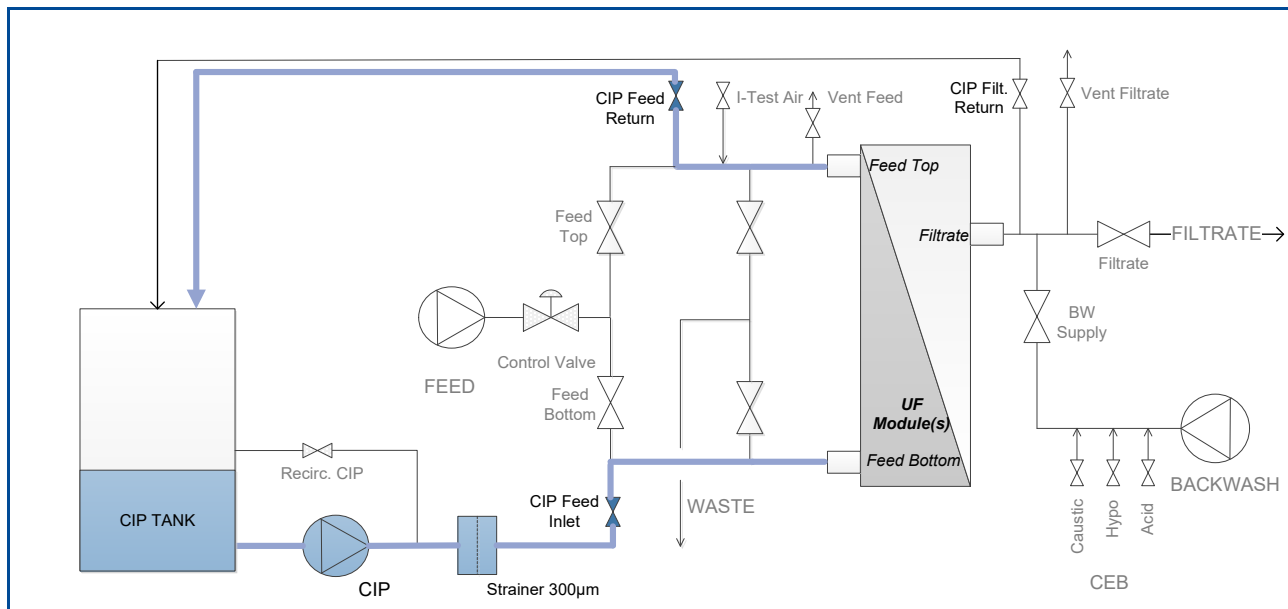

Figura 6.3-1 - Recirculación en el lado de alimentación
2. La inyección de la solución química en el alma de las fibras del lado de alimentación se acciona al arrancar la bomba de limpieza CIP (Figura 6.3-1). Establezca el flux mínimo conforme a lo dispuesto en el apartado "Establecer la recirculación de CIP". Es importante garantizar la ventilación en el lado de alimentación.